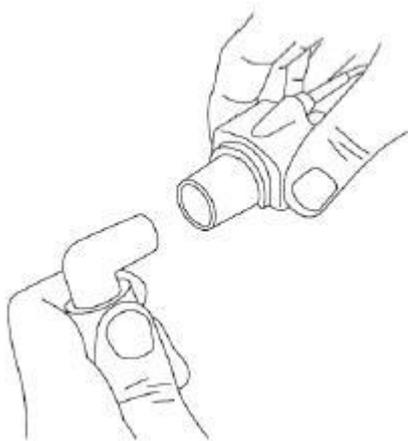

Рисунок 18-13 - Подключение к интубационной трубке
5. Соедините другой конец адаптера с интубационной трубкой (см. Рисунок 18-13).